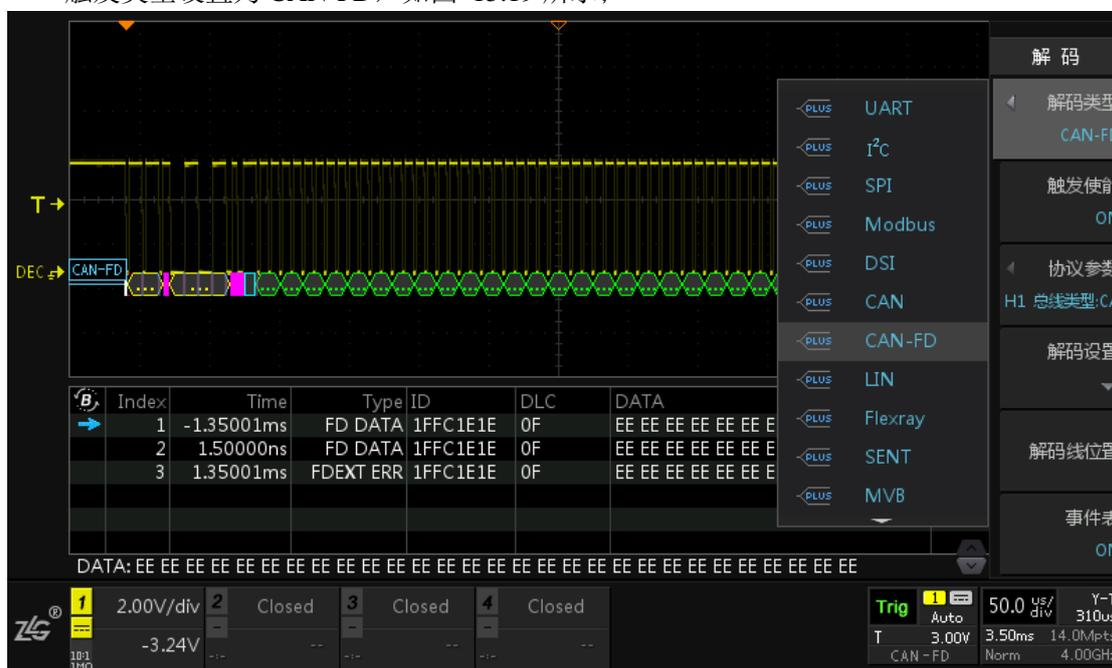

图 15.19 CAN-FD 解码类型选择
- 4、 点击【解码类型】旋转旋钮 A 选中协议，短按旋钮 A 即可将设置为 CAN-FD，点击【协议触发】为 “ON”（当对协议进行触发设置后，此处固定为 ON），此操作其实就是将触发类型设置为 CAN-FD，如图 15.19 所示；